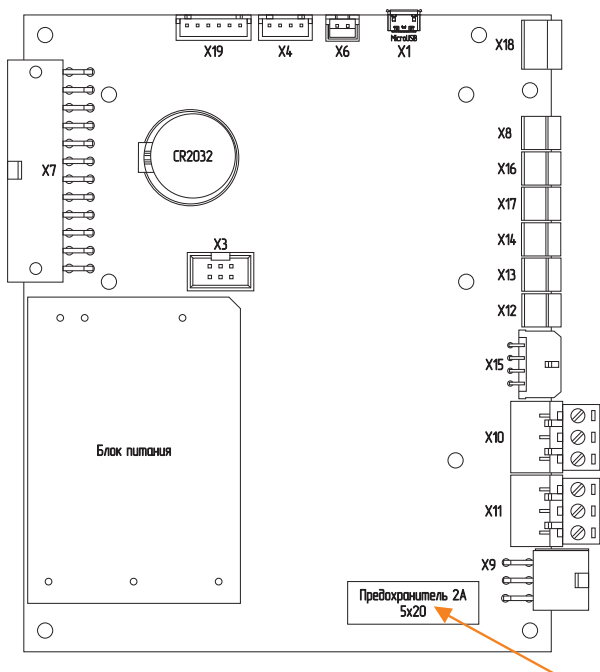

Рис. 17 Плата контроллера
3. Замените предохранитель (**Рис. 17**) (запасной предохранитель в базовой комплектации котла).